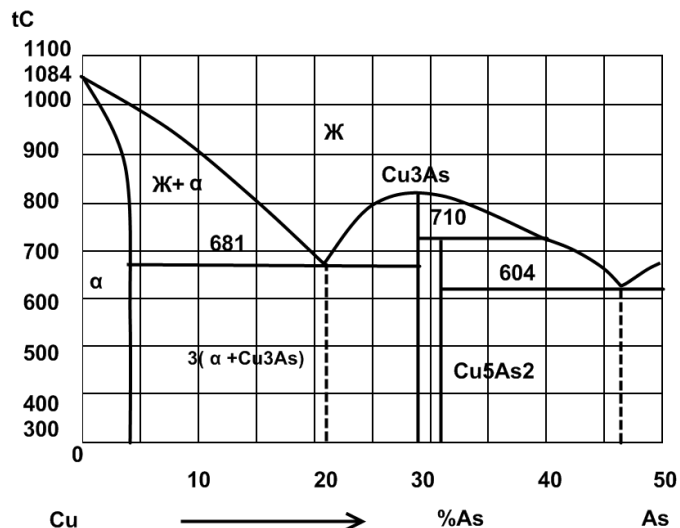

Рис. 6. Диаграмма состояния медь – мышьяк (Cu – As)
2. Вычертите диаграмму состояния системы медь — мышьяк. Опишите взаимодействие компонентов в жидком и твердом состояниях, укажите структурные составляющие во всех областях диаграммы состояния и объясните характер изменения свойств сплавов в данной системе с помощью правил Курнакова (рис. 6).